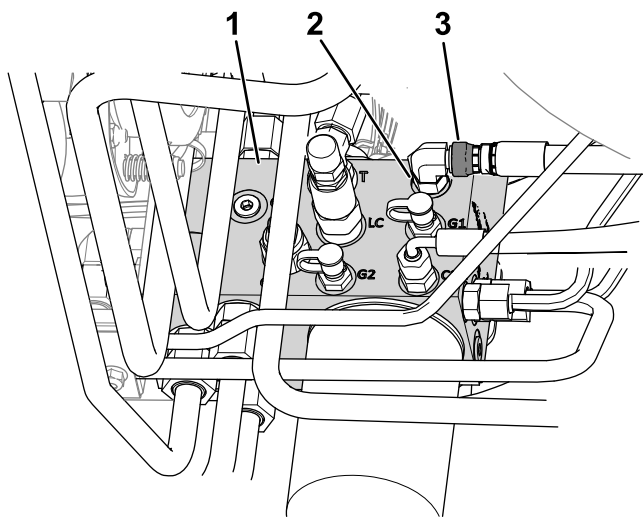

Figura 10
- B. Desaperte a porca giratória do tubo ligado à porta C1 do coletor hidráulico (Figura 10).